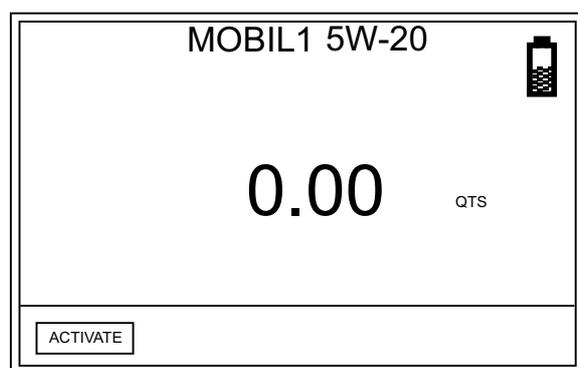

FIG. 30
2. L'écran de distribution manuelle (FIG. 30) s'affiche. Appuyer sur le bouton ENTRÉE au milieu du clavier du compteur pour sélectionner ACTIVER (ACTIVATE). On entendra un clic fort sur le compteur pour indiquer qu'il est prêt à commencer la distribution du produit